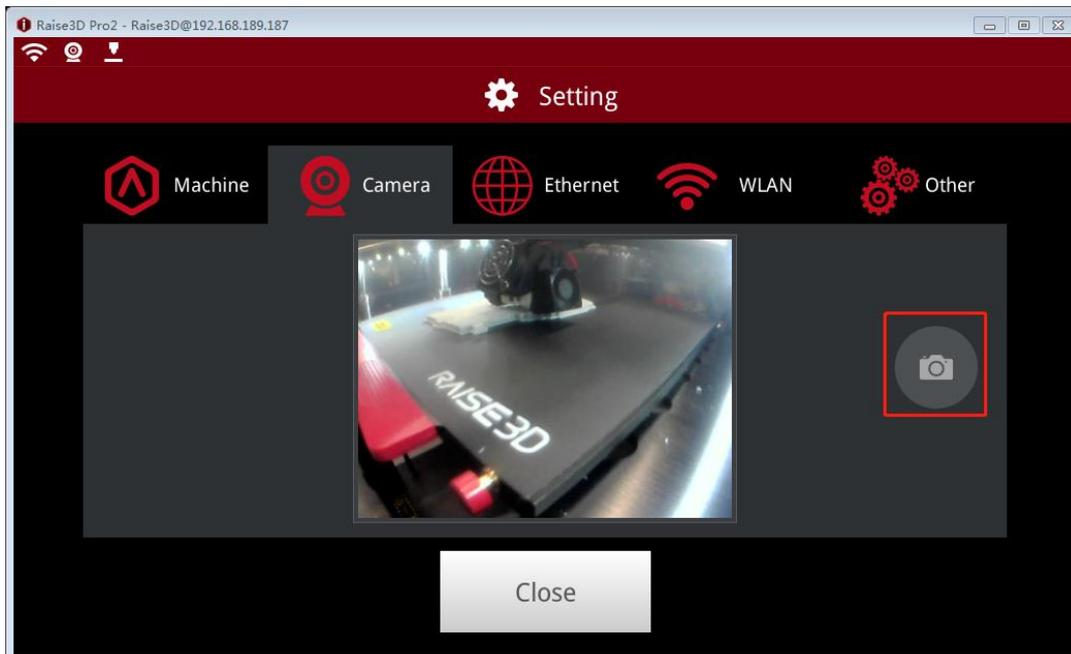

Figure 3.34: 写真を撮る様子
Step 3: 撮った写真をコンピューターに保存します as Figure 3.34.